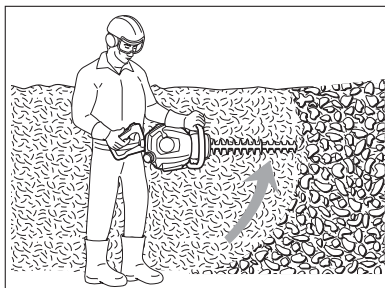

Fig. 13
- > Coupez d'abord des deux côtés, en coupant du bas vers le haut. Cela permettra d'éviter que des débris tombent sur des surfaces qui doivent encore être coupées (Fig. 13)